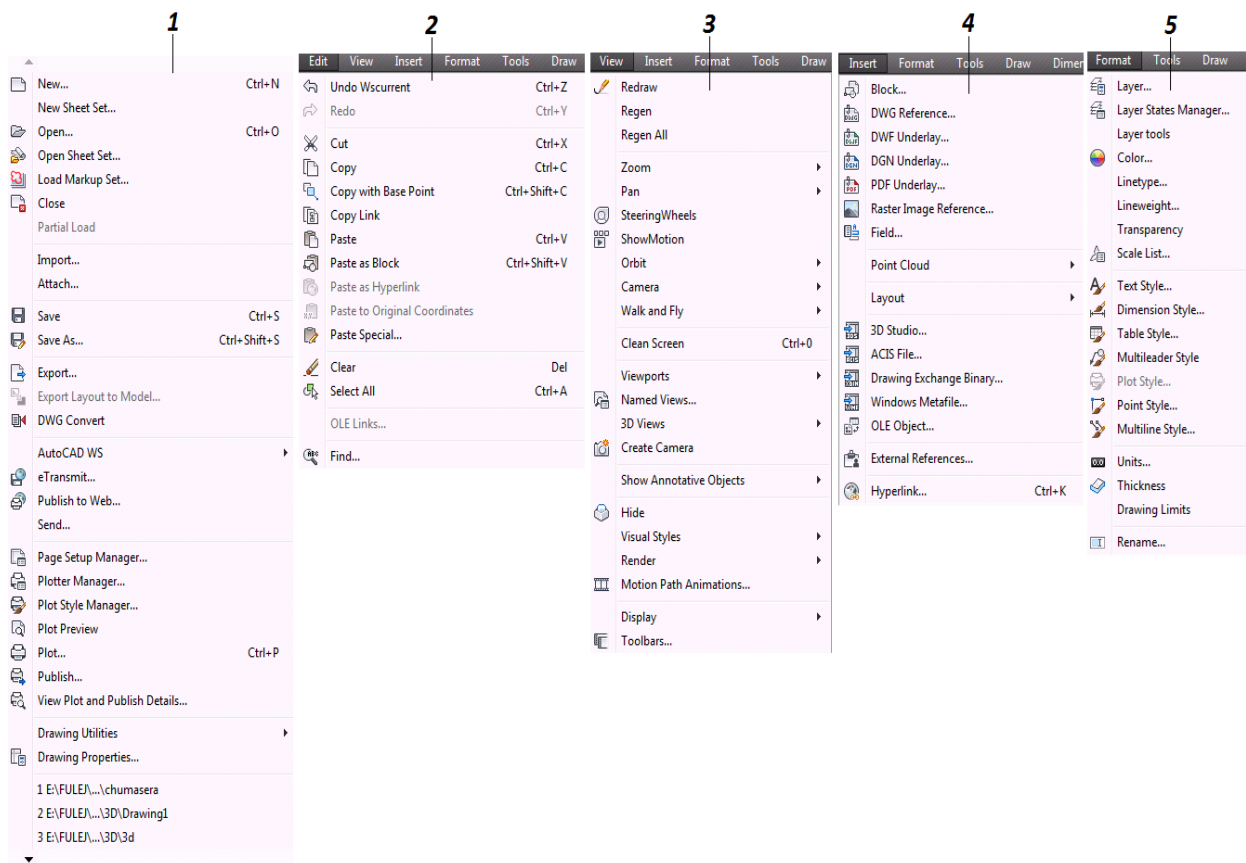

Figura 2.5 Menú Principales o de Persiana
1. **Archivo [File]:** Contiene las órdenes para crear un Archivo Nuevo, Guardar, Abrir, Imprimir, Utilidades Del Dibujo, etc. (figura 2.5).
3. **Vista [View]:** Ordenes que igualmente se aplican al dibujo, como los son Zoom, Ventanas, Tipos de Vistas, Tipos de Visualizaciones del Dibujo (figura 2.5).
4. **Insertar [Insert]:** Como lo dice el nombre, se insertan diferentes tipos de elementos como lo son Bloques, Imágenes de Referencia, Archivos en PDF, etc. (figura 2.5).
5. **Formato: [Format]:** Ordenes para editar las Capas del Dibujo, Colores, Insertar Textos, Estilos de Textos, etc. (figura 2.5).